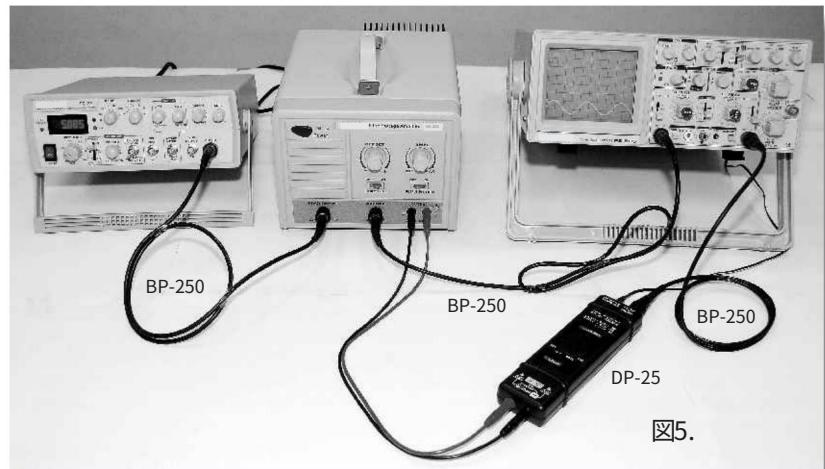

図5.
5.3 ファンクションジェネレータを入力として使用し、HA-205 モニターと出力、およびオシロスコープからの実際の出力状況を観察します。(図 5)